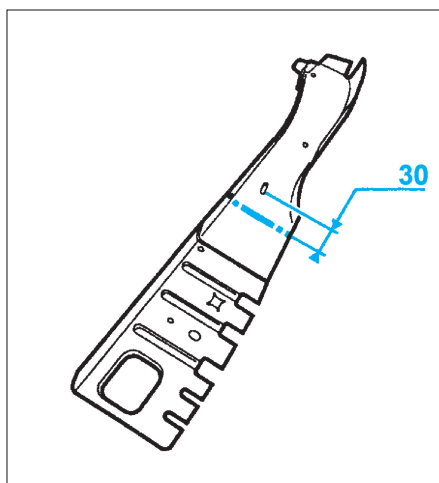

FIG. 9
- Tracer puis découper la semelle centrale de brancard à l'aide d'une meule épaisseur 1 mm (coupe définitive) (Fig.9).